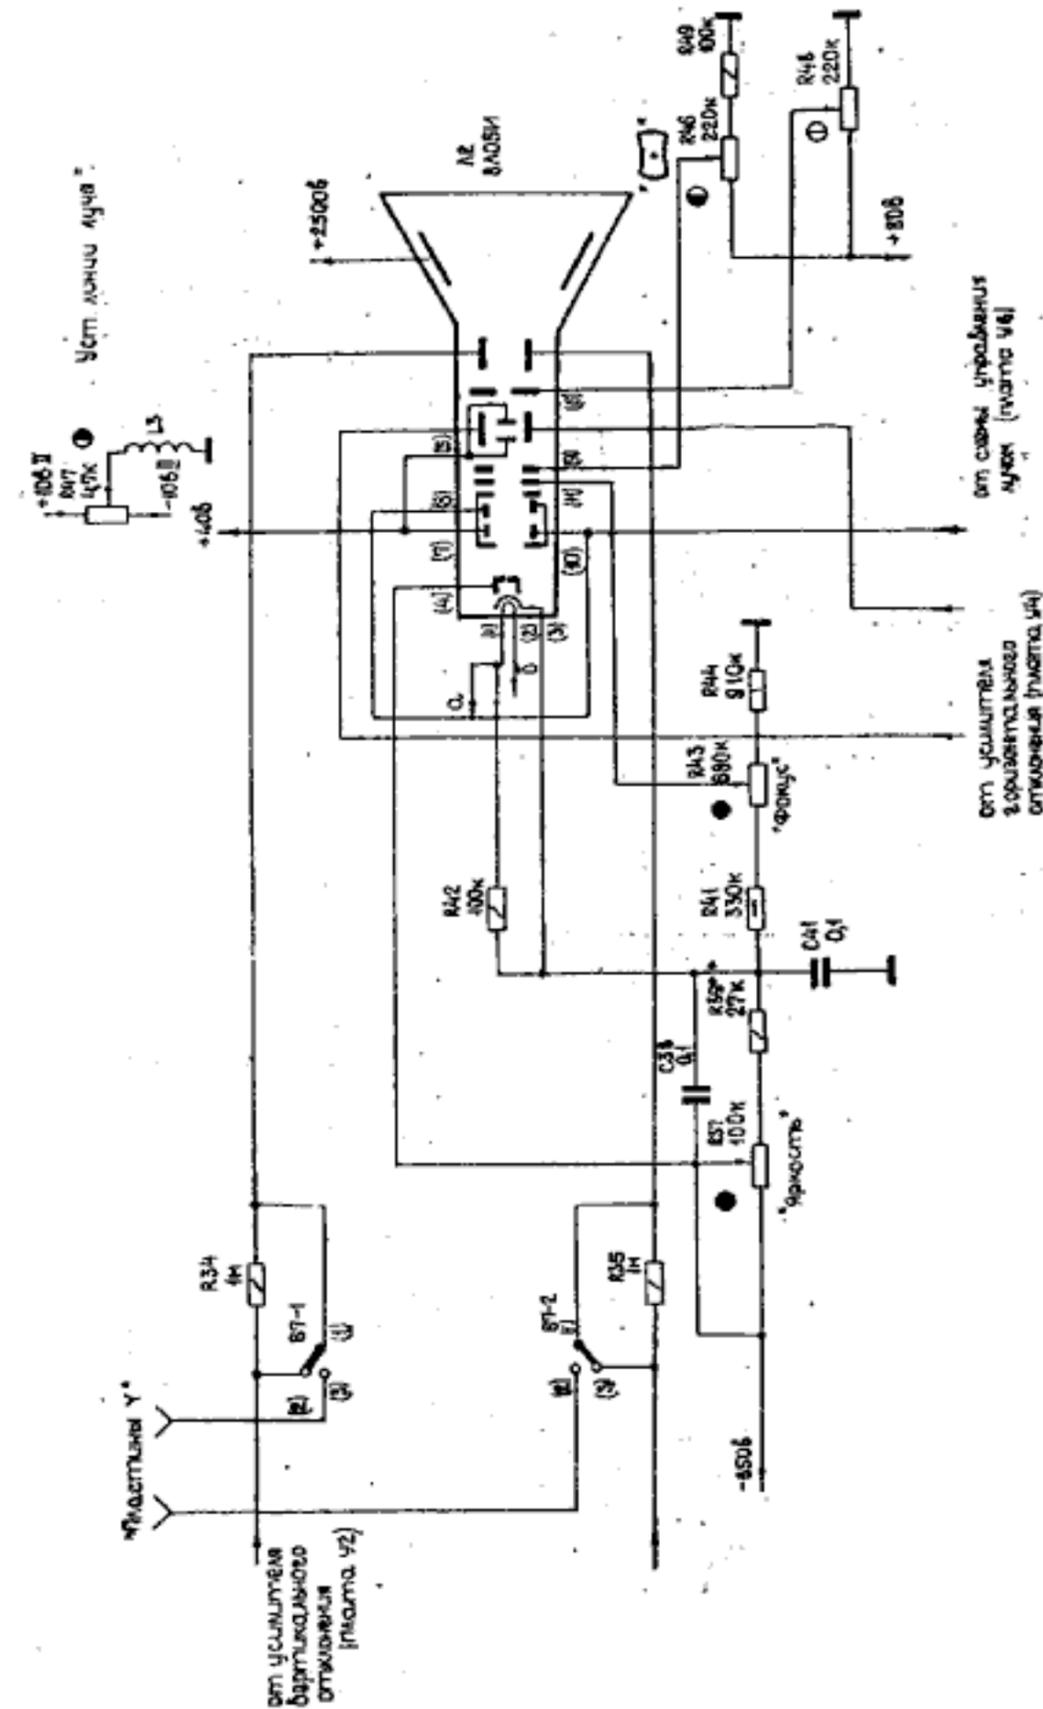

Рис. 12. Индикатор.
5.2.13. В качестве индикатора в приборе применена электронно-лучевая трубка типа 8Л05И. Питание ЭЛТ производится стабилизированным напряжением минус  $650$  В, а ее система после ускорения — от стабилизированного источника  $+2500$  В. Яркость регулируется потенциометром R37 в цепи катода (рис. 12). Напряжение с движка потенциометра R43 подается на второй анод для фокусировки луча. Потенциометр R46 служит для устранения явления астигматизма, а R48 — для уменьшения геометрических искажений.